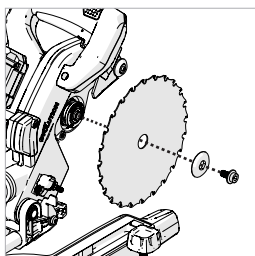

Fig. 19
- Utilizzando la chiave esagonale in dotazione, svitare il bullone flangiato e la flangia esterna della lama e liberarla dal mandrino. **(Fig. 19)**